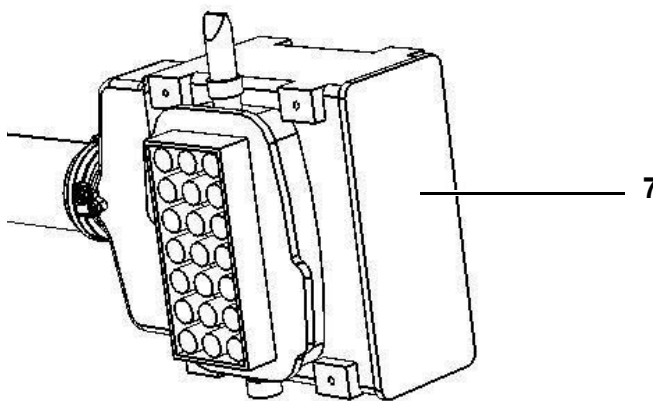

Fig. 219 Posição do pré-separador
| 3 | Abra as braçadeiras de trava da tampa do pré-separador (7) na Fig. 219. |
| 5 | Prenda a tampa do pré-separador (7) na Fig. 219 usando as braçadeiras de trava. |